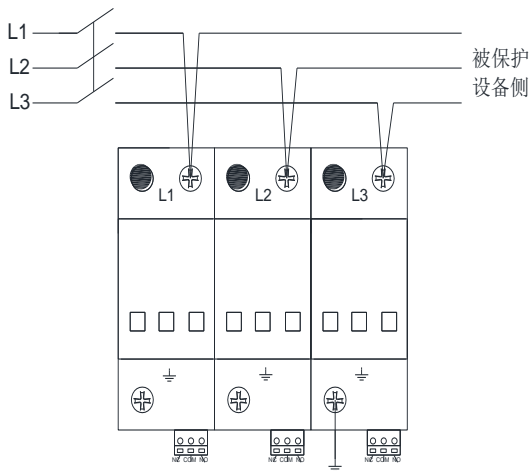
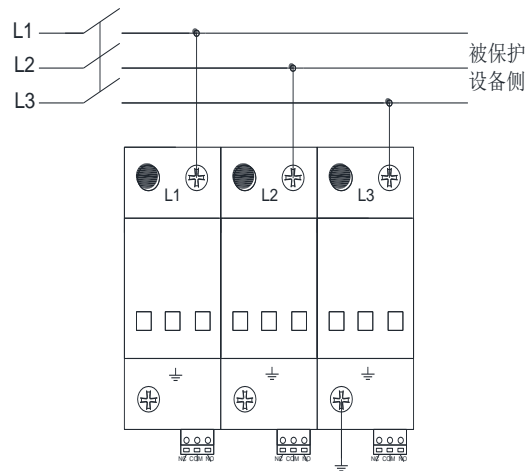

图 6-1 RPH750-25/3P 接线示意图-V 形接线
图 6-2 RPH750-25/3P 接线示意图-常规接线
- ◆ 产品采用 35mm 标准导轨安装固定，接线推荐采用图 6-1 所示的 V 形接线时，也可采用如图 6-2 所示的常规的直接并连接线。为实现更好的防护效果，当采用直接并连接线时，接线应尽量短，总长度应控制在 0.5m 以内。